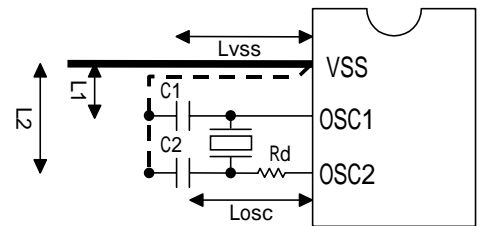

図 2 - 1 . 発振回路例 1 (セラミック発振の場合)
**2 端子 RC 発振オプション選択時 : (図 2 - 2)**